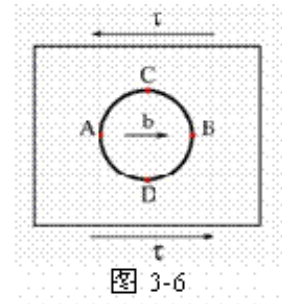

图 3-6
8. 图 3-6 所示某晶体位错面上有一柏氏矢量为 b 的位错环并收到一均匀切应力 τ 的作用, a)分析各段位错线所受力的方向并确定其大小; b)在 τ 作用下, 若要使它在晶体中稳定不动, 其最小半径为多大?